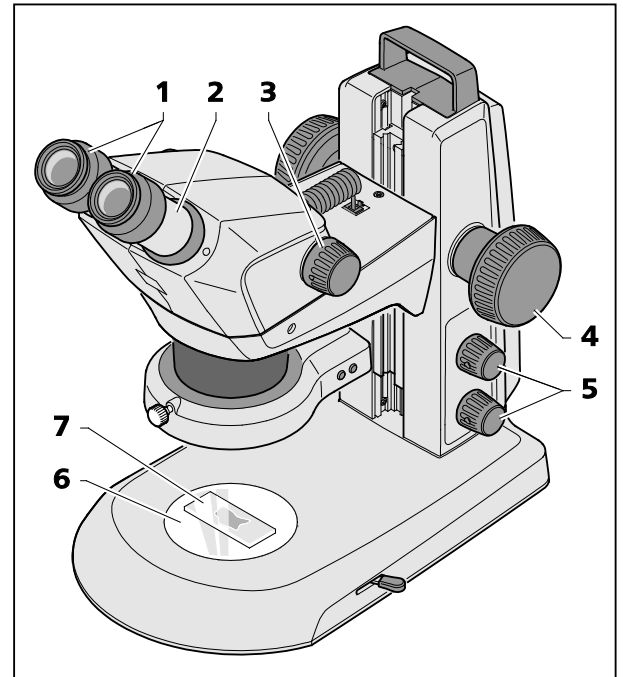

Bild 18 Stereomikroskop einstellen
1. Objekt (Bild 18/7) mittig auf die Glas- oder Kunststoffplatte (Bild 18/6) auflegen und beleuchten (Bild 18/5).
2. Dioptrienausgleich an den stellbaren Okularen (Bild 18/1) auf "0" stellen.
3. Individuellen Augenabstand durch seitliches Verschieben der Okularstutzen (Bild 18/2) einstellen, bis beim Einblick in die Okulare mit beiden Augen nur **ein** beschneidfreier Lichtkreis (Objektfeld) zu sehen ist.
4. Zoom (Bild 18/3) zuerst auf die kleinste Vergrößerung einstellen.
5. Auf ein kleines markantes Detail in der Bildmitte des Objektes fokussieren (Bild 18/4).
6. Maximalen Zoomwert einstellen (Bild 18/3). Durch die Vergrößerung wird das markante Detail wahrscheinlich wieder unscharf abgebildet und befindet sich nicht mehr in der Bildmitte.
7. Objekt durch Fokussieren scharf stellen, dann das Detail durch Verschieben des Objektes erneut suchen und wieder exakt fokussieren (Bild 18/4).
8. Danach wieder auf kleinsten Zoomwert stellen und ggf. vorhandene Bildunschärfen für jedes Auge getrennt durch Dioptrienausgleich **an den stellbaren Okularen** (nicht am Fokussierknopf, Bild 18/4) korrigieren (Augenfehlerkompensation).